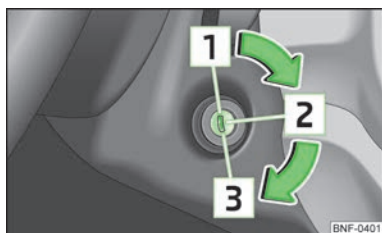

Fig. 63
- În timpul deplasării, la oprirea motorului, cheia trebuie să se găsească întotdeauna în poziția  » fig. 63 la pagina 58 (contact cuplat). Această poziție este semnalizată prin aprinderea de lămpi de control. Dacă acest lucru nu se întâmplă, mecanismul de direcție se poate bloca neintenționat - Pericol de accident!
Dacă **mechanismul de direcție este blocat** iar cheia nu se poate roti, sau se rotește cu greu în poziția » fig. 63, atunci volanul trebuie rotit puțin încolo și înapoi - astfel se deblochează mecanismul de direcție.
Apăsăți pedala de ambreiaj până în podea, cuplați contactul » fig. 63 la pagina 58 și porniți - nu accelerați. Mențineți complet apăsată pedala de ambreiaj până când pornește motorul.
Opriti motorul prin rotirea cheii de contact în poziția » fig. 63 la pagina 58.